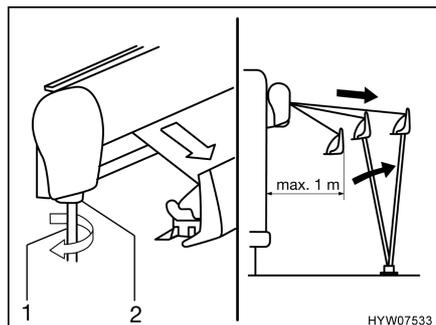

Fig. 10 Extraer el toldillo
- Introducir la manivela (Fig. 10,1) en el enganche de bayoneta (Fig. 10,2) del toldillo y girar en sentido contrario a las agujas del reloj. Tras un par de giros comienza la extracción del toldillo.